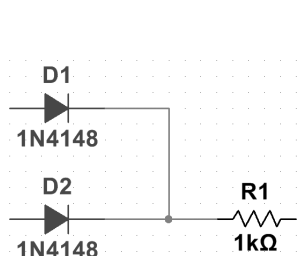

图 4-40 丁字交叉
1) 在丁字形交叉点处，程序自动放置节点表示相连接，如图 4-40 所示。